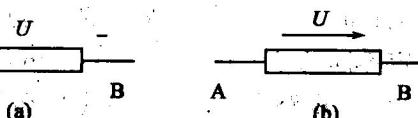
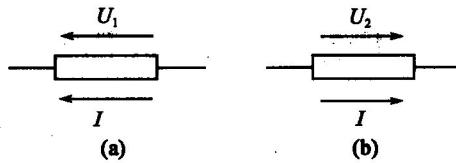

图1-11 电压的方向表示
图 1-13 例 1-1 图
电压的方向在电路中有两种表示方法,一是用“+”、“-”号表示,如图1-11(a)所示;另一种是用箭头表示,如图1-11(b)所示。
**【例1-1】**如图1-13所示,若 $U_1=5\text{V}$ , $U_2=-5\text{V}$ ,试说明电流I的正负。
解：在图 1-13(a)中， $U_1=5V$ ，是正值，说明参考方向同实际方向相同，电流的实际方向是从右端流向左端，与参考方向相同，故而  $I$  取正值。同理可知在图 1-11(b)中， $U_2=-5V$ ，是负值，说明电压的参考方向与实际方向相反，电压的实际方向应是由右指向左，电流的实际方向也应由右指向左，与参考方向相反，故而  $I$  取负值。